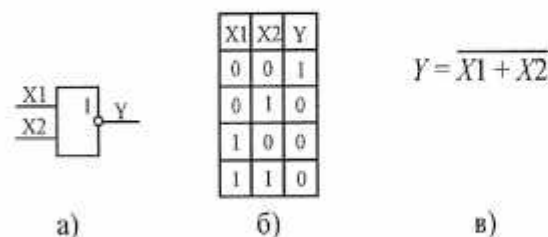

Рис. 1.7. Логический элемент ИЛИ-НЕ: а) УГО; б) таблица истинности; в) аналитическое представление функции
5. *Логический элемент ИЛИ-НЕ (Стрелка Пирса)*. На выходе элемента появляется логическая 1, если все его входы находятся в состоянии логического 0. Любая другая комбинация входов вызывает появление на выходе логического 0 (рис. 1.7).